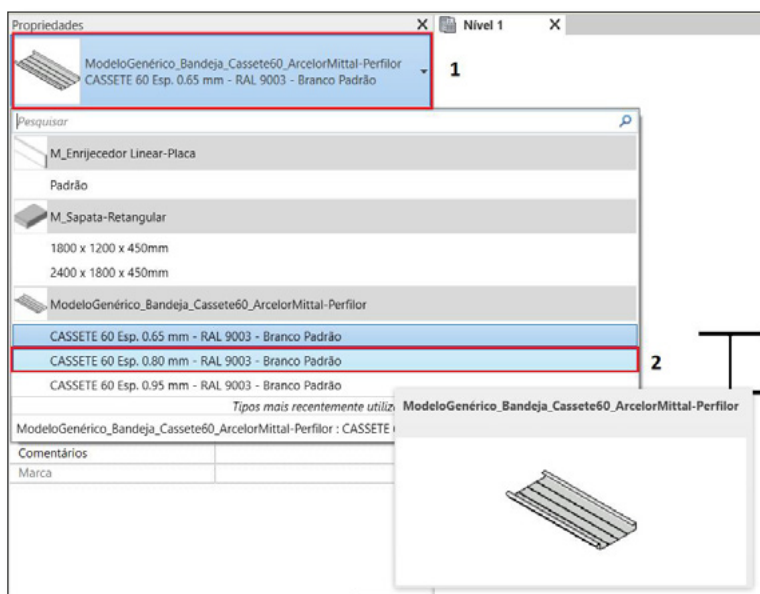

Figura 24 – Seleção do tipo de família que será inserida no projeto.
8. No painel “Propriedades”, selecione o tipo da família carregada que deseja inserir no projeto (Figura 24);